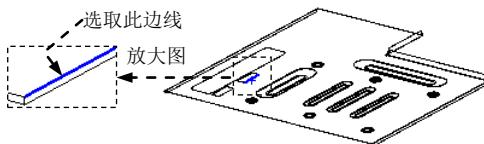

图 17.10.96 定义特征的边线
(1) 选择命令。选择下拉菜单 **插入(I)** → **钣金(D)** → **边线法兰(E)...** 命令。系统弹出“边线法兰”对话框。
(2) 定义特征的边线。选取图 17.10.96 所示的模型边线为生成的边线法兰的边线。
(3) 定义法兰参数。在 **角度(G)** 区域的 文本框中输入角度值 90.0；在“边线法兰”对